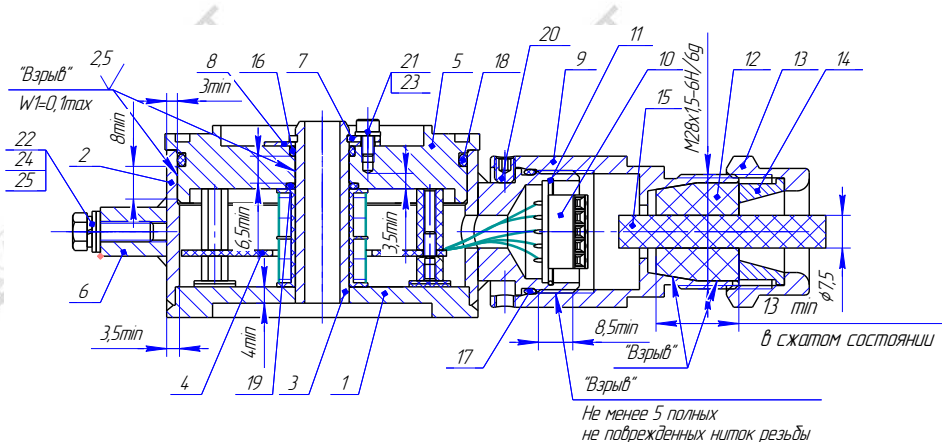

Рисунок 5. Датчик конечных положений затвора. Чертеж средств взрывозащиты.
1 - Модуль СФУ, 2 - Стакан (Сталь 09Г2С ГОСТ 19281-89/Сталь 20ГЛ ГОСТ 977-88), 3 - Кабельный ввод (варианты см. рисунок 5), 4 - Катушка (АГ-4В, провод ПЭТВ-2), 5 - Фланец (09Г2С ГОСТ 19281-89), 6 - Крышка (Сплав АМг6 ГОСТ 4784-97), 7 - Болт М6-6х16.58.019 ГОСТ 7805-70, 8 - Болт М6-6х25.58.019 ГОСТ 7805-70, 9 - Шайба 6 65Г.019 ГОСТ 6402-70, 10, 11, 12, 13 - Кольцо уплотнительное (РС-26Ч ТУ 2539-021-46521402-2007/ИРП-1267 НТА ТУ 38 0051166-2015), 14 - Табличка (Сплав АМг2 ГОСТ 4784-97), 15 - Колпачок (Стекло органическое СО-120-К 20,0 ГОСТ 10667-90)/Plexiglas GSEN 263 (Rohm GmbH&CaKG (Германия)), 16 - Линза (Стекло органическое СО-120-К 20,0 ГОСТ 10667-90)/Plexiglas GSEN 263 (Rohm GmbH&CaKG (Германия)), 17 - Винт (Стекло органическое СО-120-А 20,0 ГОСТ 10667-90)/Plexiglas GSEN 263 (Rohm GmbH&CaKG (Германия)), 18 - Закlepка 2x3 ГОСТ 10299-80 (сплав АМг5 ГОСТ 4784-97), 19 - Гайка М4-6Н.5.019 ГОСТ 5915-70, 20 - Шайба 4 65Г.019 ГОСТ 6402-70, 21 - Шайба А. 4.01.019
7.2.5 Подключение к датчику положения затвора СЕНС-ДКП, СЕНС-ДКП-ХЛ вести в следующей последовательности (рис.5, 8):